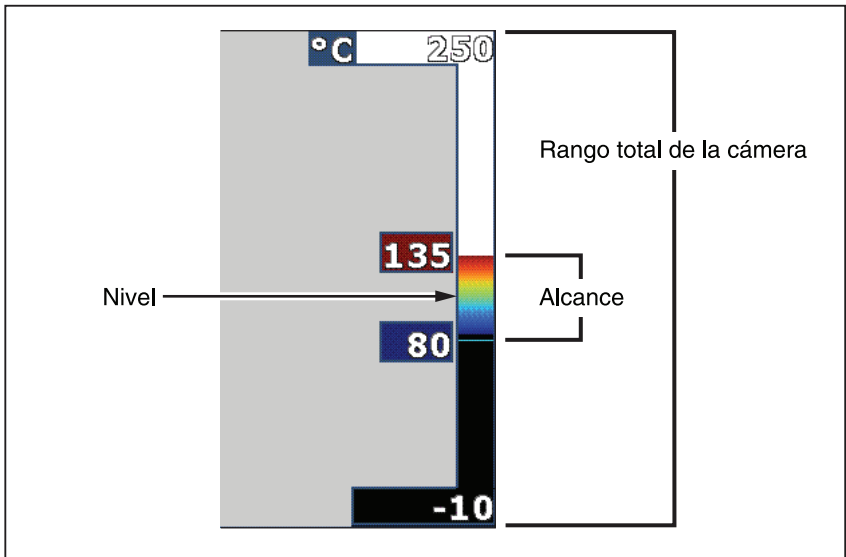

Figura 2. Ajustes de rango y alcance
4. Para capturar una imagen, presione y suelte el disparador una vez. Vea la Figura 2.
Al colocarlo en rango manual, la configuración del alcance ajusta la paleta a lo largo de un rango de temperaturas dentro del rango total del procesador térmico de imágenes. Vea la figura 2. Para ajustar el alcance de temperatura: